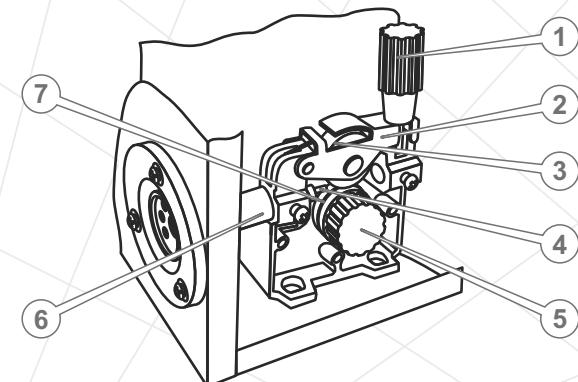

Рисунок 7
4. Заправьте сварочную проволоку в механизм подачи (см. рис. 7). Для этого:
- послабьте регулируемый прижимной винт (1) и откиньте его в сторону;
- поднимите планку (2) с прижимным роликом (3) (см. рис. 7);
- вставьте сварочную проволоку в направляющую трубку (4) и продвиньте ее в приемное отверстие сварочного шланга (6) на 100-150 мм;
- снимите заглушку (5) с подающего ролика;
- уложите сварочную проволоку в канавку подающего ролика (7); на ролике имеются две канавки – под проволоку диаметром 0,6 и 0,8 мм (чтобы сменить положение подающего ролика, необходимо от руки отвинтить фиксирующий ролик винт, установить ролик нужной стороной и надежно от руки завинтить винт);
- опустите планку (2) с прижимным роликом (3) и прижмите ее прижимным винтом (1).